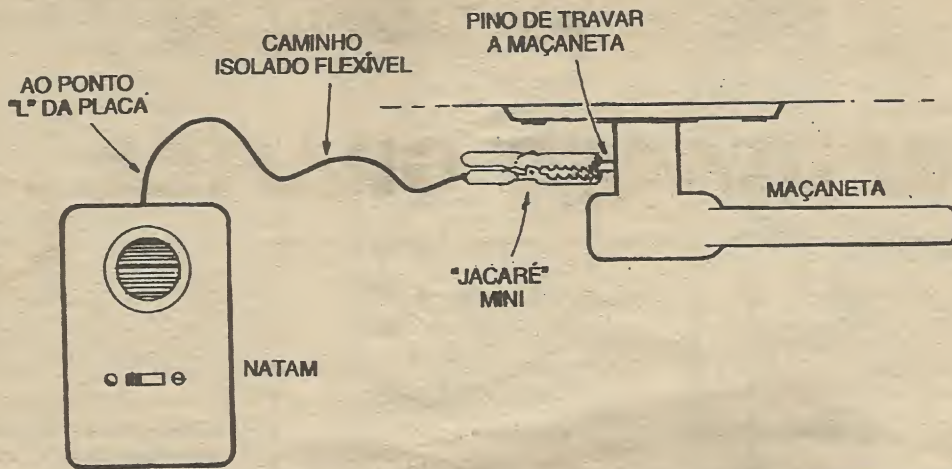

Fig. 7
- FIG. 7 - UM TRUQUE PARA GARANTIR SENSIBILIDADE, EM CONDIÇÕES MUITO ADVERSAS... - Em alguns casos (cuja ocorrência depende muito de fatores externos, extra-circuito...) pode ser que o sistema de sensoramento por loop isolado não apresente a desejada sensibilidade (o trim-pot, em qualquer ajuste possível, apenas gera duas condições: ou sinal sonoro continuamente disparado, ou